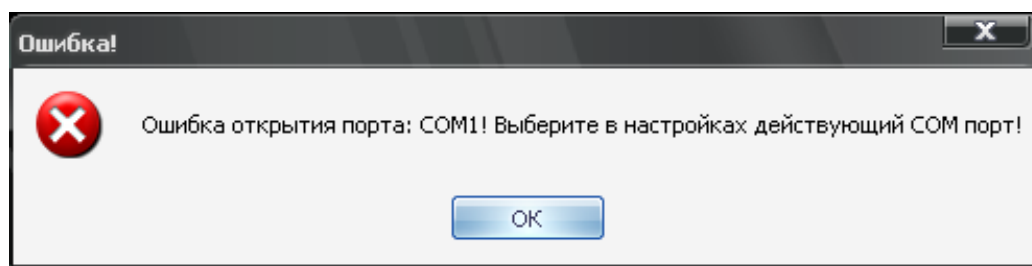

рис. 4.5. Сообщение об ошибке
- в случае отсутствия подключённого сервисного адаптера на экран будет выдано сообщение (рис. 4.5);